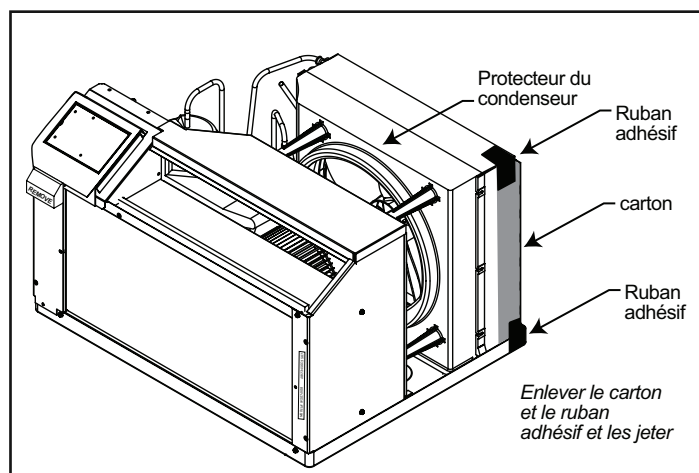

Figure 10
- ÉTAPE 4.** Sortir le châssis du carton d'expédition. Elever le carton placé contre les agrafes en épingle à cheveux et collé avec du ruban adhésif sur le protecteur du condenseur (consulter la Figure 10). Il faut faire attention de ne pas toucher les agrafes en épingle à cheveux sous peine de les endommager. **IMPORTANT:** Avant d'installer l'unité dans le manchon mural, retirer les deux blocs d'expédition jaunes. Un bloc d'expédition est fixé directement en-dessous du tableau de commande, sur le côté avant gauche de l'unité. Un deuxième bloc d'expédition est situé directement en-dessous du côté gauche du tableau de commande (se reporter à la Figure 11). Soulever le châssis du plateau et le glisser dans le coffret jusqu'à ce qu'il touche la grille arrière. Avec le châssis en position, le bord avant du plateau doit dépasser de 4-3/4" (12 cm) du bord avant du coffret.